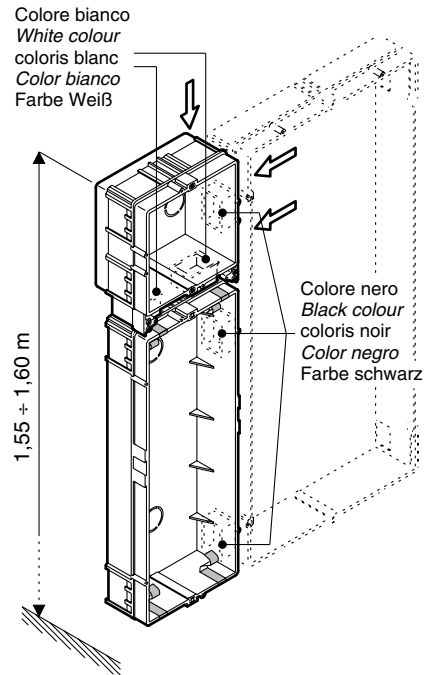

Fig. 1
Nel caso di abbinamento di 2 o più pulsantiere, accoppiare le scatole incasso tramite i distanziali passacavo di colore **nero** forniti a corredo delle pulsantiere a 2 file senza P.E. (fig. 1 e 2). Se necessario, tali distanziali possono essere forniti a parte:
- 2) Murare a filo muro le scatole incasso, curando che il filo superiore della scatola incasso dell'unità di ripresa sia a m. 1,55 ÷ 1,60 da terra (fig. 1 e 2).